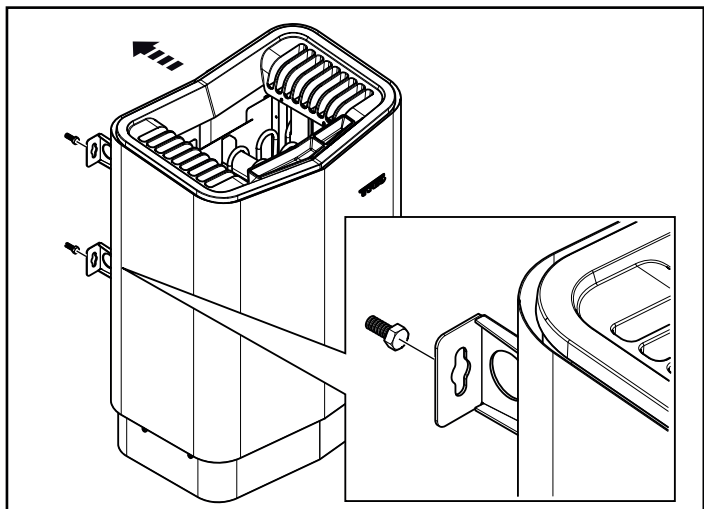

Fig 14: Häng upp aggregatet
9. Häng upp aggregatet på skruvarna se Fig 14.